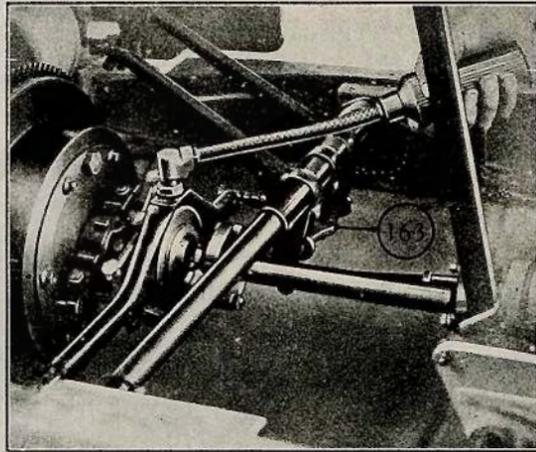

FIG. 15
La figure 15 représente le graissage de la butée à billes qu'il faut effectuer fréquemment si on fait beaucoup de ville ce qui entraîne à débrayer souvent.
des axes solidaires au châssis, tandis que celui du haut est monté sur un axe à l'extrémité du levier (162). Si on appuie sur la pédale de frein on agit sur le levier (162) qui monte dans le sens de la flèche; il se produit une traction, sur le câble, qui se répartit également sur les roues avant et arrière du côté gauche, les deux étant solidaires du même câble. Si on se reporte à la fig. 15, on remarque un palonnier compensateur (163) qui a pour action d'équilibrer une traction égale à la précédente sur le câble qui relie les roues avant et arrière du côté droit, reliées ensemble de la même façon qu'il a été décrit plus haut.